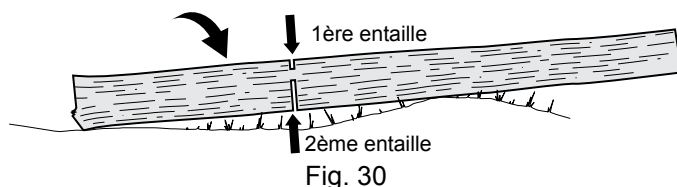

Fig. 30
- > La bille soutenue à une extrémité ou aux deux, réalisez le premier tronçonnage à 1/3 au travers de la bille et terminez avec une entaille au 2/3 sur le côté opposé. Lorsque vous sciez la bille, elle a tendance à se courber. La tronçonneuse peut alors se trouver pincée ou rester accrochée si vous réalisez une première entaille plus profonde que le 1/3 du diamètre de la bille (Fig. 30).